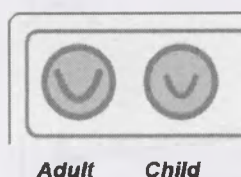

Рисунок 22
8.1.1.6 Нажмите кнопку «Панорамная программа», чтобы выбрать панорамную программу, которая Вам нужна: взрослая или детская (см. рисунок 22). Загорится соответствующий индикатор. Увеличение x 1.25.